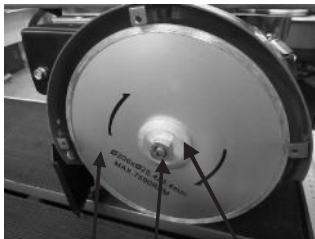

Рис. 5
2. Удерживая ключом шпindelь, вторым гаечным ключом открутите зажимную гайку (2) диска (3) (по часовой стрелке) и снимите внешний фланец шпинделя (4) (рис. 5).